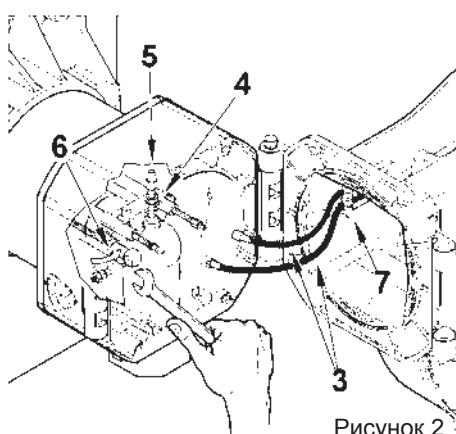

Рисунок 2
Тем же ключом выполните операции на шаровом шарнире (6) в направлении, указанном стрелкой, отцепливая рычаг продвижения головки горения (рисунок 2).